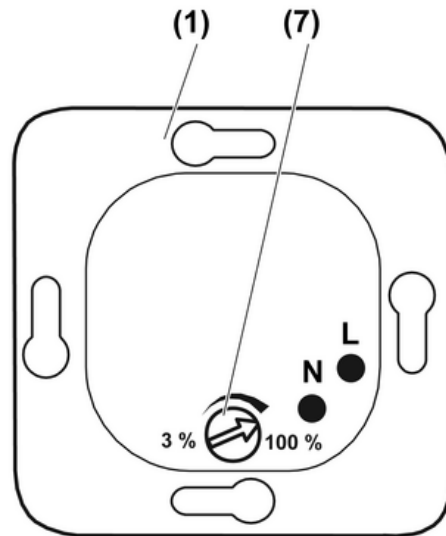

Bild 3
- Unterputz-Einsatz (1) aus Gerätedose demontieren. Dabei auf vorschriftsmäßige Isolation der Leitungen achten.
- Helligkeit durch Drehen des Einstellers (7) einstellen (Bild 3).
- Unterputz-Einsatz (1) in Gerätedose montieren. Die Anschlussklemmen müssen unten liegen.